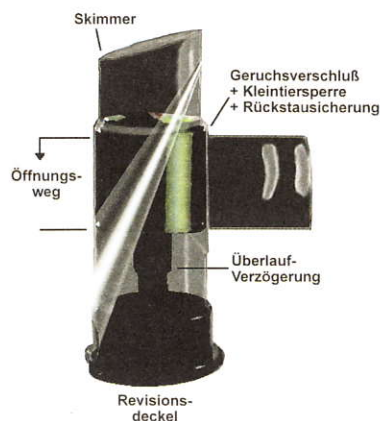

Abb. 125
### **Sicherheitsüberlauf ANIMEX; Abb. 125, Bezugsquelle (16)**